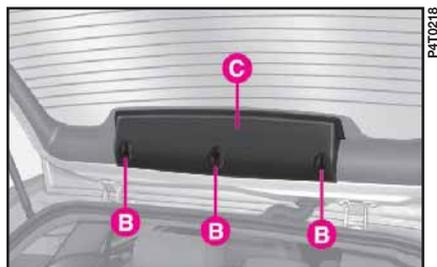

fig. 45
2) Dévisser les vis B (fig. 45) et enlever la lampe d'arrêt supplémentaire C.